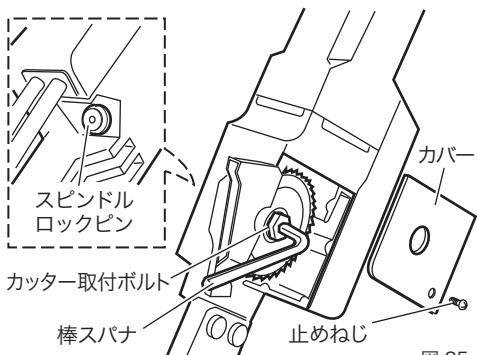

図 25
- ①カバーの止めねじを外し、カバーを取り外します。
- ②スピンドルロックピンを押して、刃物の回転を固定しておきます。
- ③カッター取付けボルトを付属の六角棒スパナで時計方向に回転させて刃物を取り外し、新しい刃物を取り付けます。(図 25)